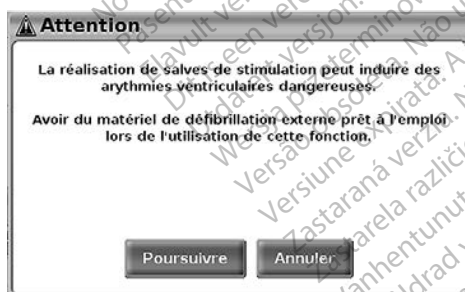

Figure 18. Message d'avertissement d'une stimulation en salves du PSA
4. Un message d'avertissement s'affiche indiquant qu'une stimulation en salves sera activée (Figure 18 en page 30).